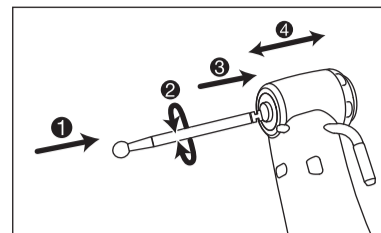

Fig. 1
- Introduza a ponta/broca na cabeça (Fig. 1 ①).
- Introduza e rode a ponta/broca ligeiramente até prender no mecanismo de engate (Fig. 1 ②).
- Introduza a ponta/broca até prender com um clique (Fig. 1 ③).
- Depois de a ponta/broca estar posicionada, puxe-a um pouco para se certificar de que está presa (Fig. 1 ④).